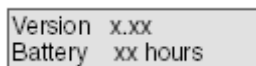
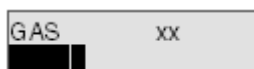

Рис. 2. Версия микропрограммного обеспечения и срок службы батарей питания
Рис. 3. Пример дисплея маркероискателя
- Индикация уровня принимаемого сигнала и гистограмма (смотрите рисунок 3).
- Предполагаемый срок службы батареек питания (в часах) и предупреждение о низком заряде батареек (см. рисунок 2).
При включении маркероискателя EML 100 на дисплее сначала будет отображаться версия микропрограммного обеспечения и предполагаемый срок службы батарей питания (смотрите рисунок 2). По окончании Последовательности Операций Включения, которые автоматически выполняются маркероискателем при каждом включении питания, он перейдет в тот режим и установит те настройки, которые использовались при последнем включении. Например, если в последний раз маркероискатель использовался для поиска газовых маркеров (Gas) с низким (Low) уровнем громкости (Volume), он вернется к тем же самым настройкам (смотрите рисунок 3).